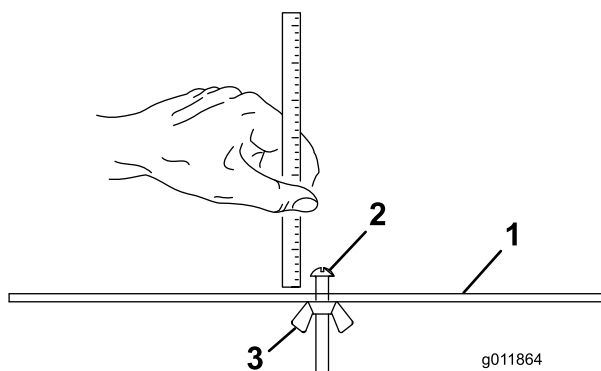

Figure 18
2. Desserrez l'écrou du gabarit (Figure 18) et tournez la vis de réglage de manière à obtenir la hauteur de coupe voulue. L'écartement entre la base de la tête de la vis et la face du gabarit correspond à la hauteur de coupe.